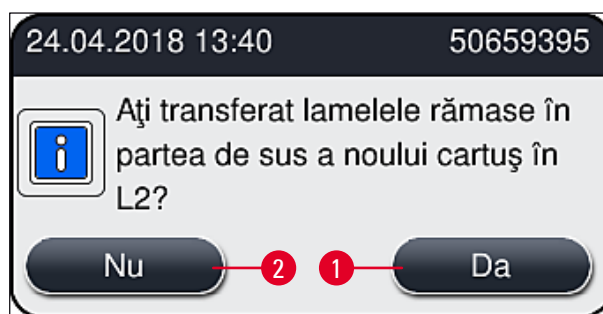

Fig. 63
8. După închiderea capacului, utilizatorul este întrebat dacă lamelele rămase au fost introduse în noul cartuș lamelă (→ Fig. 63). Dacă s-a întâmplat acest lucru, confirmați mesajul de informare prin **Da** (→ Fig. 63-1). Dacă nu a fost introduse lamele, confirmați mesajul de informare prin **Nu** (→ Fig. 63-2).